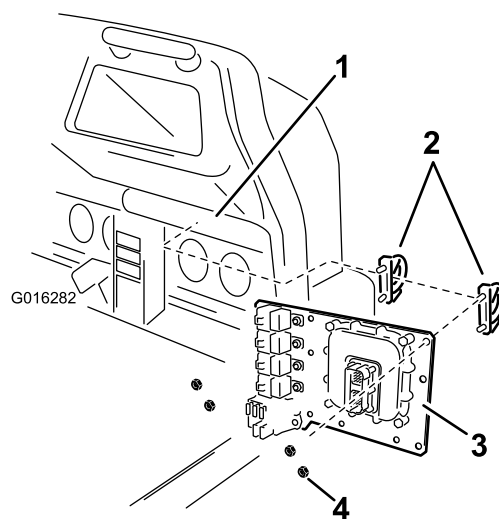

Figura 15
B. **Con il sistema di irrorazione Workman 200:** Montate la piastra con cavallotti e 2 dadi & Nut5_16 come illustrato in Figura 15.